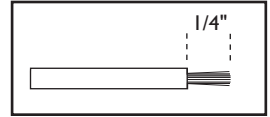

figura 2
7. Cortar aproximadamente 2" del cable azul de señal del lado del sensor DENSO, y quitar 1/4" del aislante del cable, y el de su correspondiente en el conector. (ver figura 2). Cortar aproximadamente 1" de uno de los cables negros del calentador en el lado del sensor, y de uno de los dos cables restantes del lado del conector. Cortar 2" del cable restante del conector.